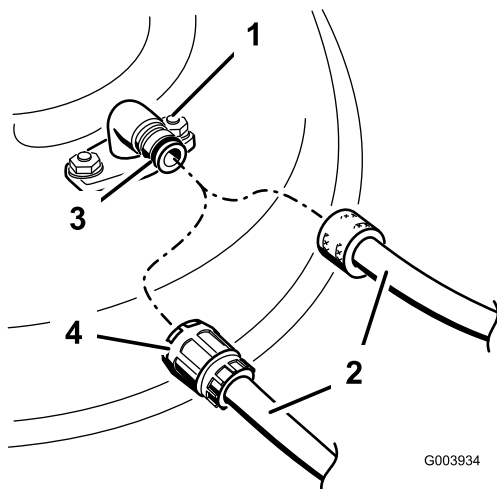

Figura 59
3. Conecte el acoplamiento de la manguera al extremo del conector de lavado del cortacésped, y abra el grifo al máximo (Figura 59).